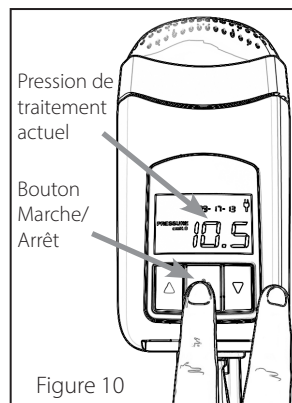

Figure 10
1. Appuyez sur le **bouton Marche/Arrêt** sur le **Z1** afin de débiter le traitement en utilisant le réglage de traitement programmé. L'écran de la pression de traitement indique la pression réelle délivrée en temps réel. Si le mode Rampe a été programmé, la pression de démarrage de Rampe est affichée en appuyant sur le **bouton Marche/Arrêt** et la pression indiquée augmente Rampe **Z1** jusqu'à la pression de traitement prescrite. Si la pression affichée est incorrecte, contactez votre prestataire de service avant de commencer le traitement PPC. (Figure 10)